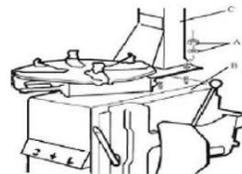

Fig 3
2. 2. Desenrosque la tuerca A del cuerpo de la máquina B como se muestra en la Fig. 3.